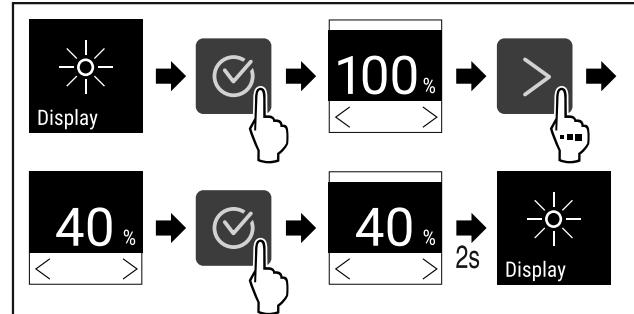

Fig. 71
- Провести етапи операцій (див. Fig. 71).